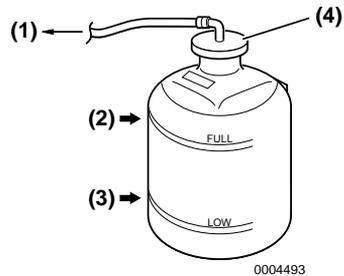

Figure 12
6. Vérifiez le niveau du liquide de refroidissement dans le vase d'expansion du liquide de refroidissement. Le niveau doit être au repère FULL (**Figure 12, (2)**). Ajoutez du liquide de refroidissement si nécessaire.
7. Retirez le bouchon du vase d'expansion (**Figure 12, (4)**) pour ajouter du liquide de refroidissement si nécessaire. N'ajoutez JAMAIS d'eau.
9. Vérifiez le tuyau en caoutchouc (**Figure 12, (1)**) qui raccorde le vase d'expansion du liquide de refroidissement au réservoir du liquide de refroidissement / échangeur thermique. Remplacez-le s'il est endommagé.